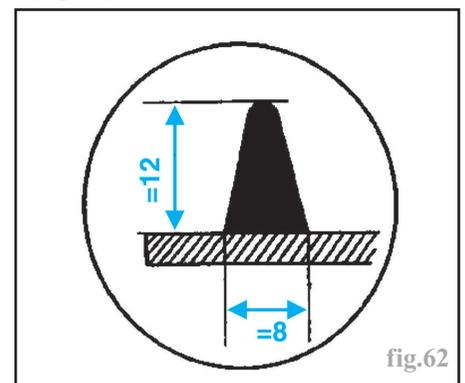

fig.62
- Respecter la taille du cordon de colle (fig.62).